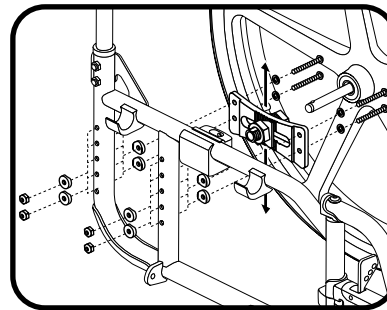

Figura 14. Regolazione dell'altezza della ruota motrice
2. Rimuovere gli accessori che fissano il supporto della ruota posteriore al telaio. Vedere figura 14.